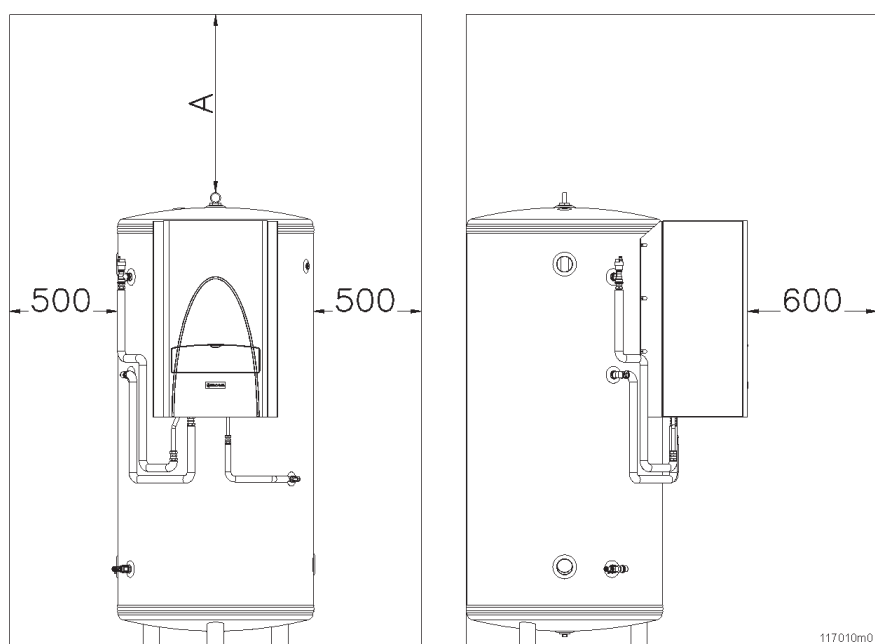

Figura 9 - Distanze minime di rispetto bollitori
- Verificare la figura 9 per quanto concerne le distanze minime di rispetto per l'installazione e la futura manutenzione.
Sia per l'installazione che per la manutenzione, è necessario lasciare degli spazi liberi attorno all'apparecchio come illustrato nella figura 9.
(fare riferimento a figura 9)